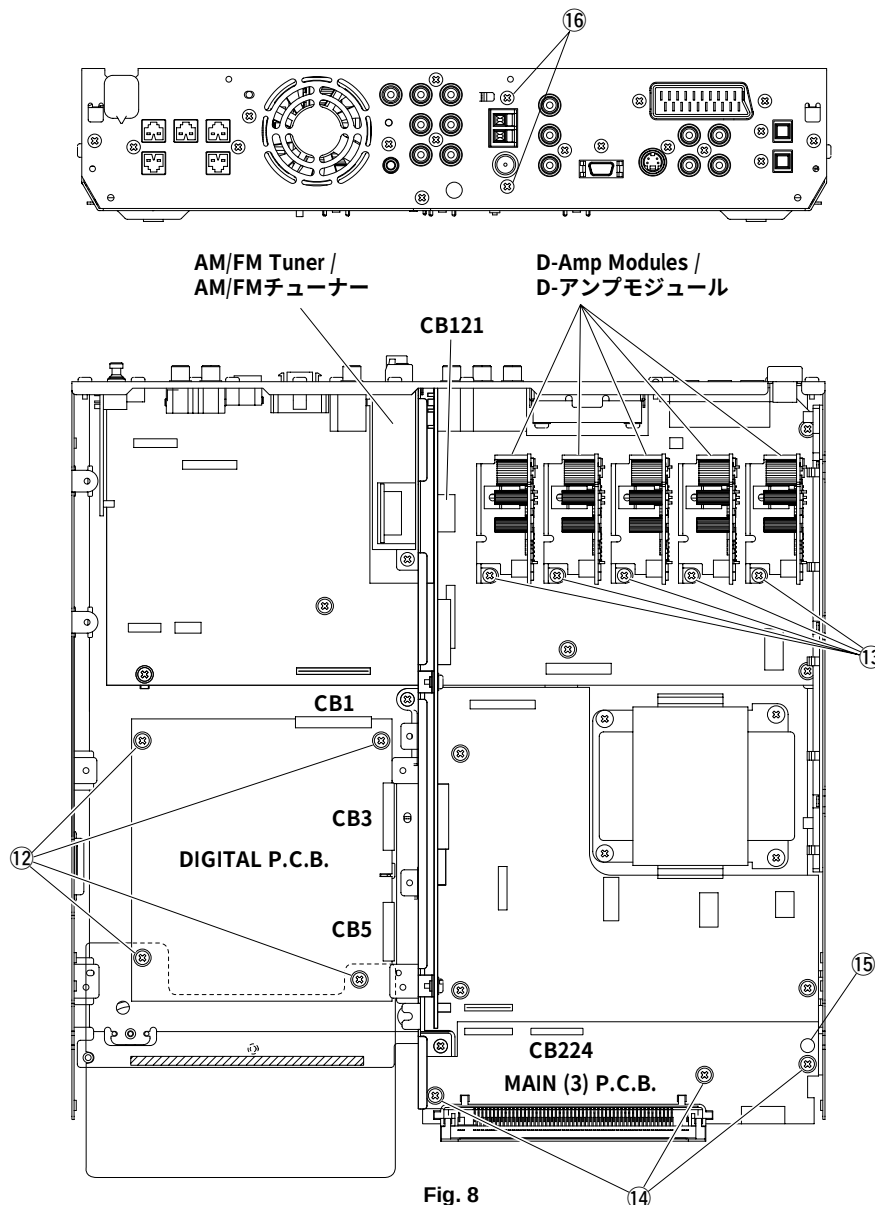

Fig. 8
- Remove connectors CB1, CB3 and CB5 in Fig. 8.
- Remove 4 screws (⑫) and then remove the DIGITAL P.C.B. in Fig. 8.
Remove 5 screws (⑬) and then remove the D-Amp Modules in Fig. 8.
7. Removal of MAIN (3) P.C.B.
- Remove connector CB224 in Fig. 8.
- Remove 3 screws (⑭) and 1 push rivet (⑮) and then remove the MAIN (3) P.C.B. in Fig. 8.
- Remove connector CB121 in Fig. 8.
- Remove 2 screws (⑯) and then remove the AM/FM Tuner in Fig. 8.
- コネクタCB1、CB3、CB5を外します。(Fig. 8)
- ⑫のネジ4本を外し、DIGITAL P.C.B.を外します。(Fig. 8)
⑬のネジ5本を外し、D-アンプモジュールを外します。(Fig. 8)
7. MAIN (3) P.C.B.の外し方
- コネクタCB224を外します。(Fig. 8)
- ⑭のネジ3本、⑮のプッシュリベット1本を外し、MAIN (3) P.C.B.を外します。(Fig. 8)
- コネクタCB121を外します。(Fig. 8)
- ⑯のネジ2本を外し、AM/FMチューナーを外します。(Fig. 8)